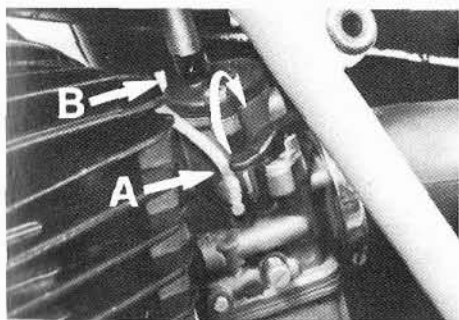

Fig. 11 - Leva starter sul carburatore.
- Aprire il rubinetto della benzina (Fig. 10) se il motore è freddo sollevare la leva dello starter sul carburatore (A Fig. 11).
Per la regolazione del gioco avvitare o svitare il regolafilo sul carburatore (B Fig. 11).